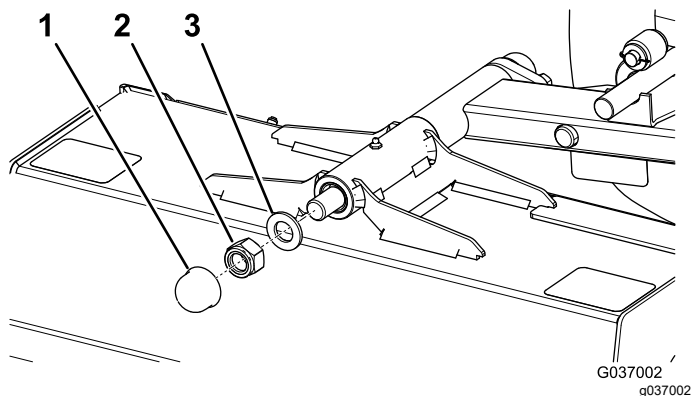

Figure 78
4. Retirez le cache et retirez l'écrou (M24) et la rondelle de l'arbre de pivot (Figure 78).
- Remettez la rondelle et le contre-écrou (M24), et serrez le contre-écrou (Figure 78).